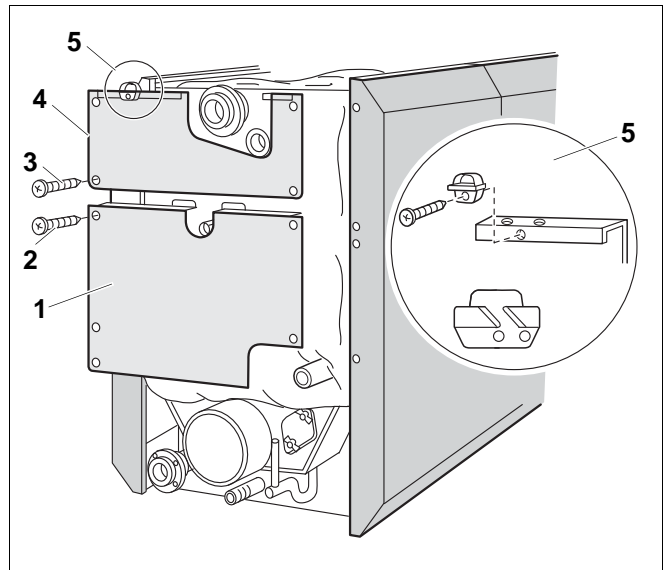
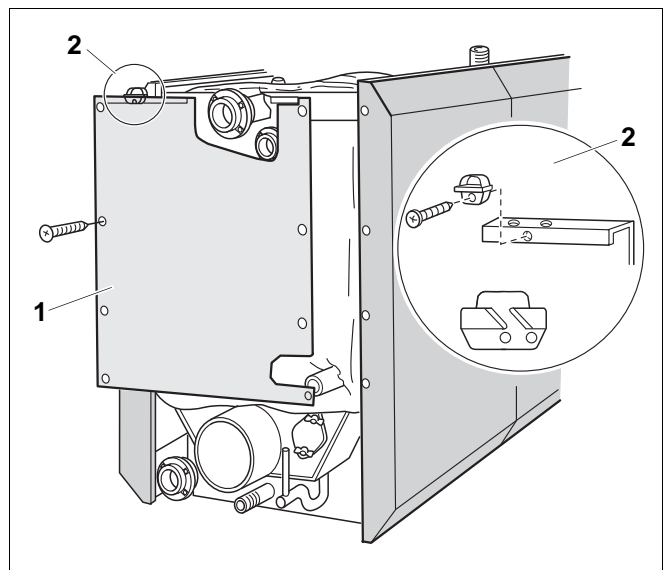

Рис. 14 Крепление двух частей задней стенки (котлы мощностью от 145 до 310 кВт)
Рис. 15 Крепление задней стенки (котлы мощностью от 400 до 600 кВт)
В котлах мощностью от 145 до 310 кВт задняя стенка состоит из 2 частей (рис. 14), в котлах мощностью от 400 до 640 кВт – только из одной части (рис. 15).
- Закрепите нижнюю заднюю стенку (рис. 14, **поз. 1**) 5 саморезами (рис. 14, **поз. 2**) к боковым стенкам.
- Задвиньте верхнюю часть задней стенки (рис. 14, **поз. 4**) Z-образной отбортовкой за нижнюю заднюю стенку и закрепите ее 4 саморезами (рис. 14, **поз. 3**) к боковым стенкам. Оба верхних самореза должны проходить сквозь траверсы.
- Установите одно или два крепления кабеля или кабельный канал на верхней задней стенке (рис. 14, **поз. 5**).
- Закрепите заднюю стенку (рис. 15, **поз. 1**) 4 саморезами справа и слева к боковым стенкам. Оба верхних самореза должны проходить сквозь траверсы.
- Закрепите одно или два крепления кабеля или кабельный канал на отбортовке задней стенке (рис. 15, **поз. 2**).